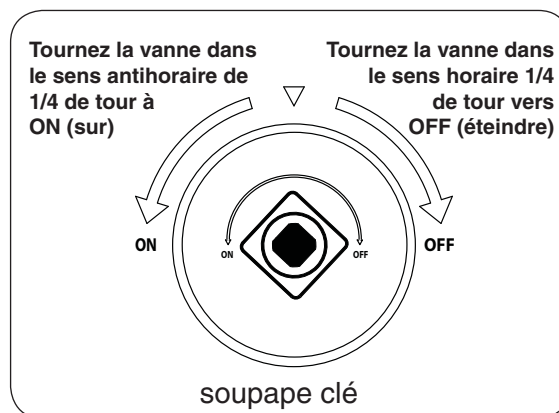

Fig. 24-2
4. **Une fois que le match est en feu et en position**, tournez la vanne clé sens anti-horaire d'un tour à la position **ON** (sur) 1/4 (voir Fig. 24-2). Votre brûleur devrait s'allumer.
Pour éteindre votre brûleur à gaz, tourner la soupape clé vers la droite d'une tour à la position **OFF** (éteindre) 1/4 (voir Fig. 24-2). Assurez-vous que la vanne clé est tournée entièrement au large pour éviter toute fuite de gaz.